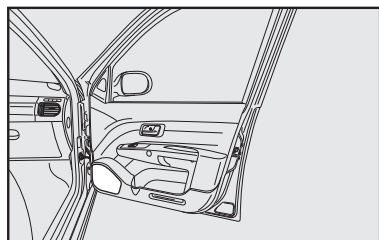

fig. 124
– alto-falantes na porta dianteira **fig. 124**.